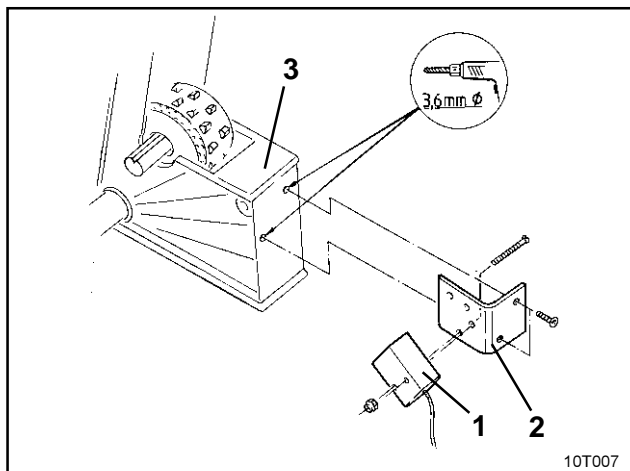

Fig. 10.1
- ☐ Vissez le capteur (fig. 10.1/1) sur son support (fig. 10.1/2).
- ☐ Percez 2 trous (\varnothing 3,6 mm) dans le dernier carter de distribution d'extrémité gauche (fig. 10.1/3) en utilisant le foret fourni avec le boîtier.
- ☐ Vissez le support de capteur (fig. 10.1/2) sur le carter de distribution.